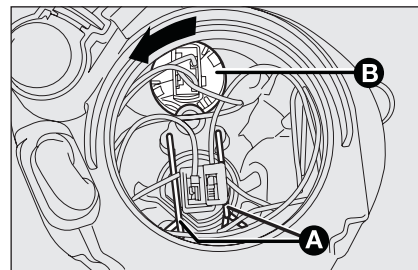

fig. 25
- décrocher les deux agrafes de retenue de la lampe **A**-fig. 25;
- tourner dans le sens contraire des aiguilles la douille **B-fig. 25** et l'extraire;